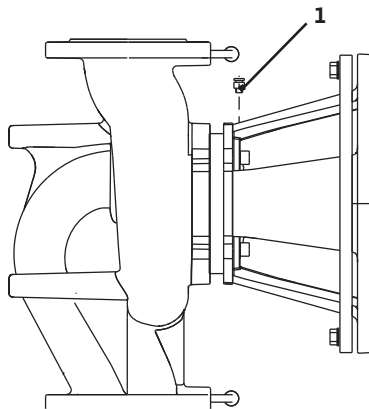

fig. 35: Avluftningsventil
- Avlufta pumpen genom att lossa avluftningsventilen (fig. 35, pos. 1). Torrkörning förstör pumpens mekaniska axeltätning. Differensstrycksensorn får inte avluftas (risk för skador).